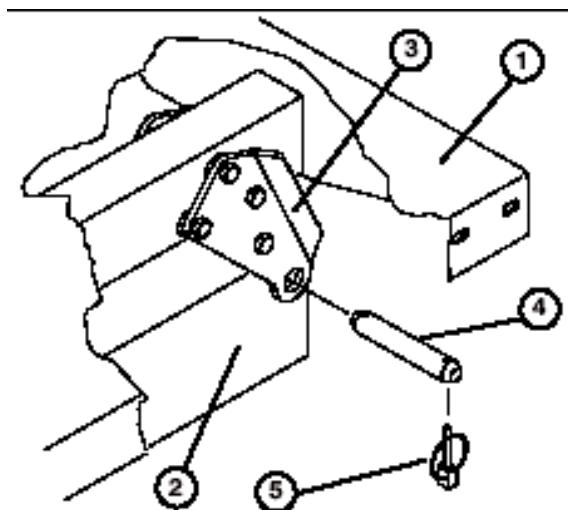

Figure 10
3. En les poussant vers l'intérieur, ôtez les axes de chape fixant les extrémités des tiges de cylindre aux plaques de fixation du plateau (fig. 10).
4. Enlevez les goupilles d'arrêt et les axes de chape qui fixent les supports-pivots aux gorges du châssis (fig. 10).
**Remarque :** Assurez-vous que les plaques de pivot sont boulonnées au châssis / à la gorge de châssis du plateau de sorte que l'extrémité inférieure s'articule vers l'arrière (fig. 10).
2. Placez avec soin le plateau sur le châssis du véhicule en alignant les alésages de la plaque de pivot arrière du plateau avec ceux présents dans la gorge de châssis arrière, puis installez (2) axes de chape et goupilles d'arrêt (fig. 10).
3. Après avoir abaissé le plateau, fixez chaque extrémité de la tige de cylindre dans les fentes appropriées des plaques de fixation du plateau à l'aide d'un axe de chape et d'une goupille d'arrêt. Insérez l'axe de chape par l'extérieur du plateau, en plaçant la goupille d'arrêt vers l'extérieur (fig. 10). Les fentes arrières sont destinées à l'installation du plateau intégral et les fentes avant au plateau %.